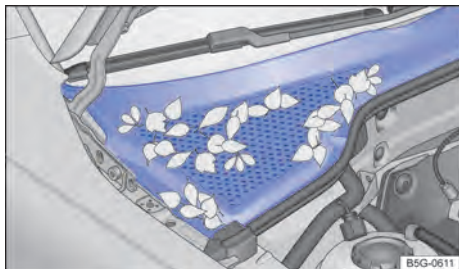

Fig. 178 Entre o compartimento do motor e o parabrisa: caixa de água (representação esquemática).
- A caixa coletora de água está localizada no compartimento do motor, entre o para-brisa e o motor e sob uma cobertura perfurada → Fig. 178. O ar ambiente é sugado da caixa coletora de água para o interior do veículo por meio do sistema de aquecimento e ventilação ou do ar-condicionado.